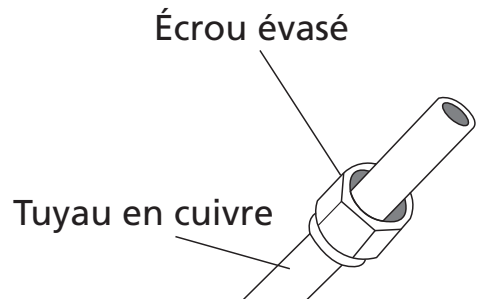

Fig. 5.3
3. Placez des écrous évasés aux deux extrémités de la conduite. Assurez-vous qu'ils soient orientés dans la bonne direction. Vous ne pourrez plus en remettre ou changer leur direction après l'évasement. Voir **Fig. 5.3**.